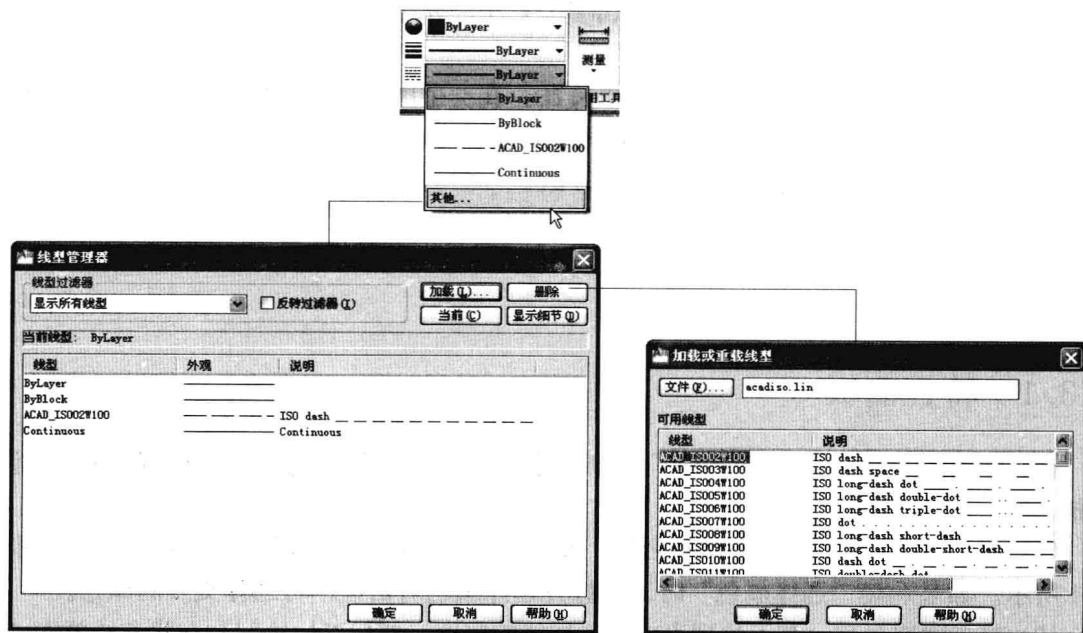

图 6-3-3
(3) 单击线型名称，在下拉列表中选择“其他”，打开“线型管理器”对话框，单击“加载”按钮，打开“加载或重载线型”对话框，选择第一种虚线线型，单击“确定”按钮，选择的线型被加载到线型管理器中，单击“确定”按钮，选定线型就会显示在“特性”面板中，如图6-3-3所示。